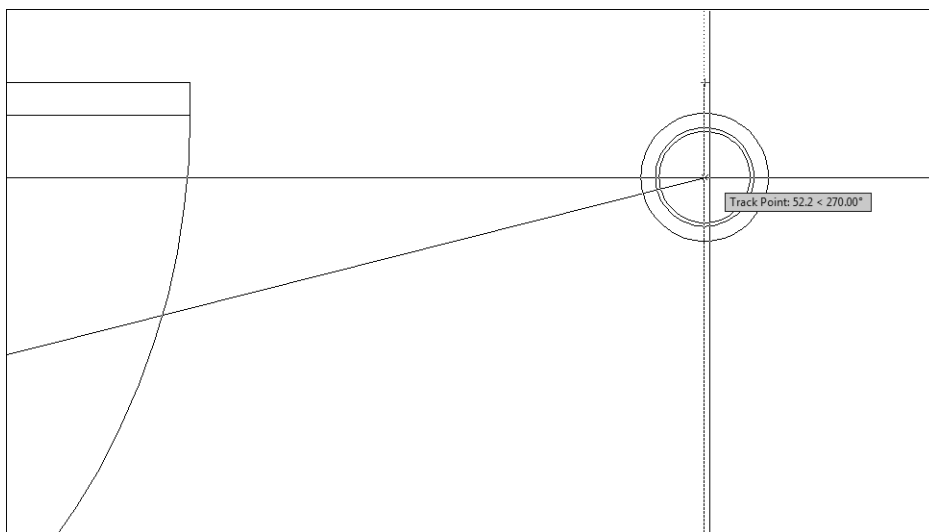

Рис. 5.38. Верхняя точка вертикального отрезка используется в качестве базовой для режима Temporary Track Point
6. В командном окне появится приглашение задать базовую точку. Это приглашение относится к режиму **Snap From**. Но поскольку при этом остается активным режим **Temporary Track Point**, значение, которое вы введете, сначала будет использовано последним режимом для определения точки, расположенной на соответствующем расстоянии ниже базовой точки режима **Temporary Track Point** (Точка отслеживания). Добившись временного отслеживания объектной привязки, как показано на рис. 5.38, введите 60. Тем